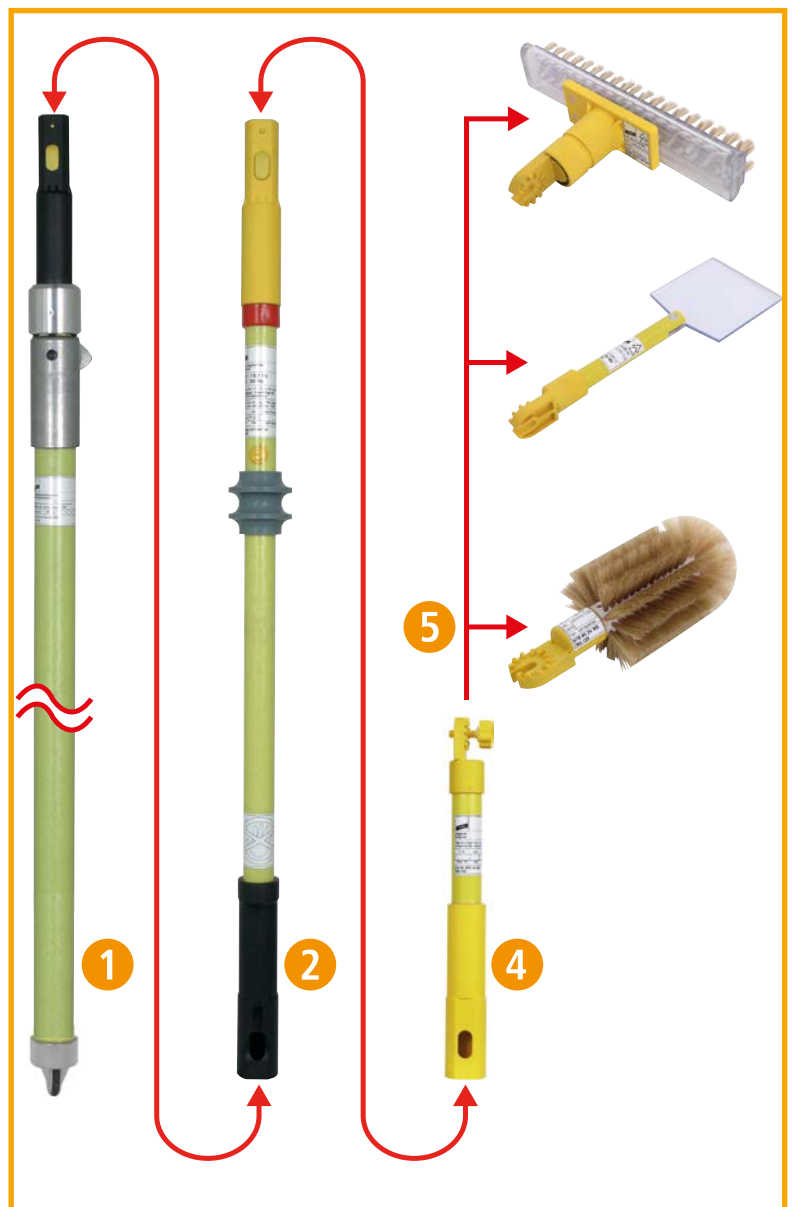

Bild 2 Optionales Zubehör
- ➔ Die Isolierstange darf beim Benutzen nur an der Handhabe gefasst werden (siehe Bild 2, Seite 7).
Speziell für die Signallinsenreinigung ist weiteres Zubehör verfügbar (siehe Bild 2). Die Handhabeverlängerung ① und Isolierstange ② kann mit dem optional erhältlichen Adapter **AD ZK STK 30 360** und anderen Arbeitsköpfen (Bürsten und Eiskratzer) mit Zahnkupplung verwendet werden. Dabei muss beachtet werden, dass beim Einsatz die auf dem Typenschild der Isolierstange angegebene Nennspannung und Nennfrequenz nicht überschritten wird.